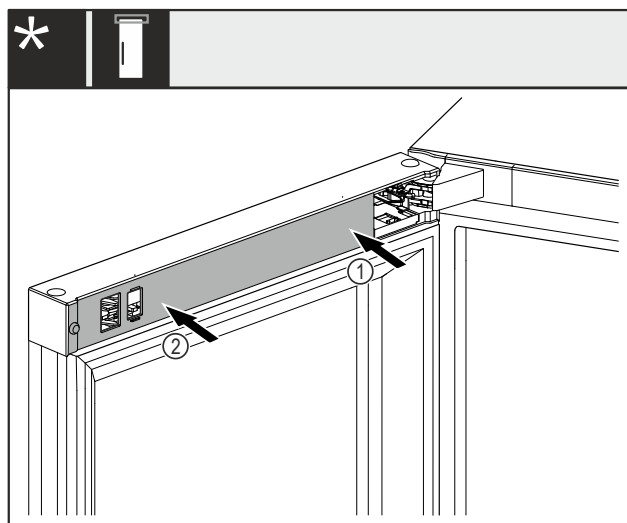

Fig. 48 *
- ▶ Założyć osłonę Fig. 48 (1) najpierw po stronie płytki zawiasu i zatrzasknąć.*
- ▶ Założyć osłonę Fig. 48 (2) od zewnątrz i zazębnić.*